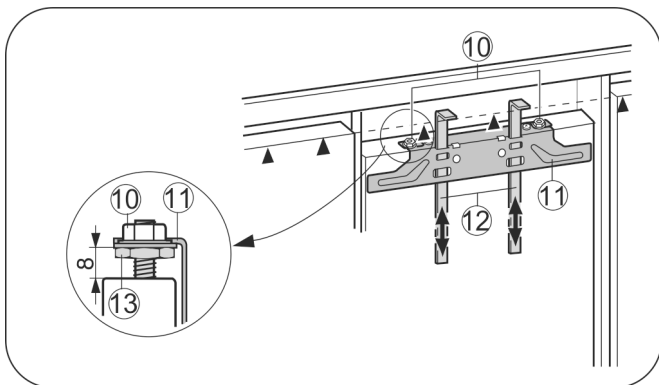

Fig. 20
- Montagehilfen Fig. 20 (12) auf Möbeltürhöhe hochschieben. Untere Anschlagkante ▲ der Montagehilfe = Oberkante der zu montierenden Möbeltür.
- Befestigungstraverse Fig. 20 (11) über die Kontermuttern Fig. 20 (10) abschrauben.